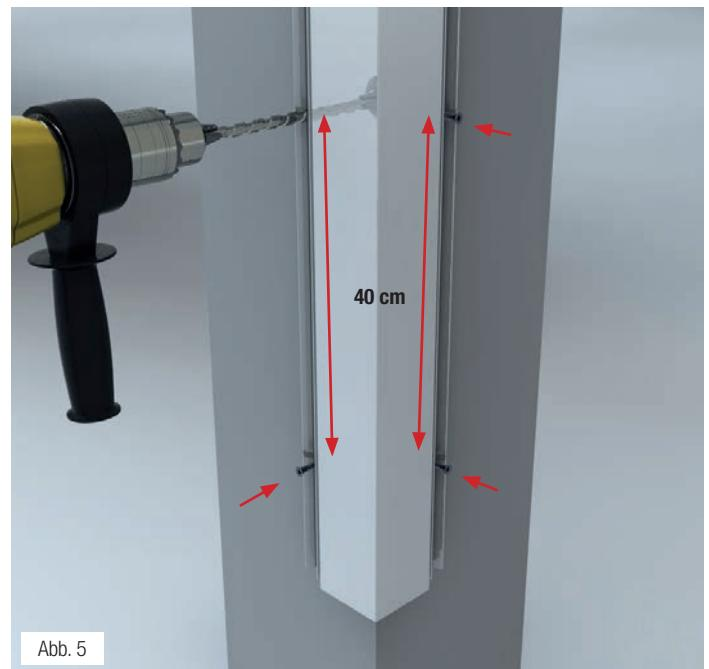

Abb. 5
5. Bei der Montage des Zevener Eckprofils **4** muss ebenfalls auf das gesonderte Achsmaß geachtet werden. Bitte bohren Sie alle 40 cm mit einem 5-mm-Bohrer vor (Abb. 5) und befestigen Sie das Zevener Eckprofil mit einer 4,8 x 32 mm A2 Linsenkopfschraube.